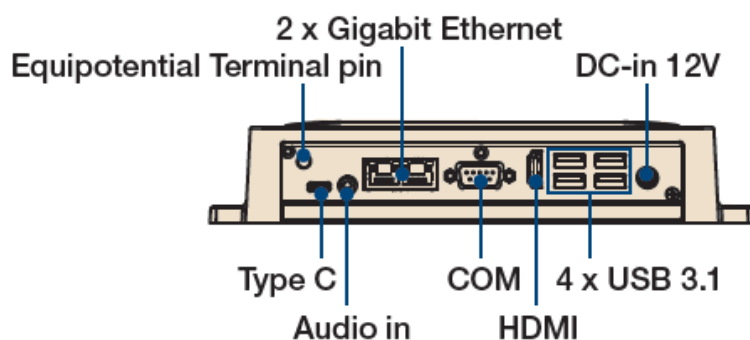

Figure 5-1: USM-100H Equipotential Terminal Pin
Step3. Grounding cable plug with USM-100H Equipotential Terminal (See Figure 5-1)